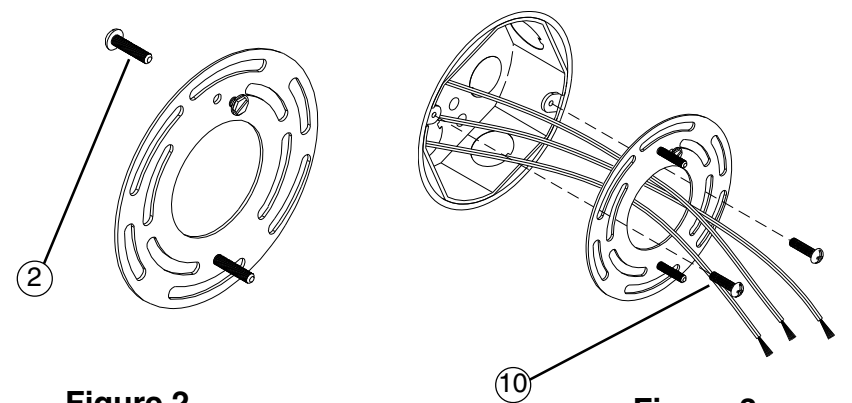

Figure 2
2. **Prepare Mounting Plate (1)** for mounting by installing 1-1/2" Screws (2) into Mounting Plate (1) as shown in **Fig. 2**
1. Saque los componentes del luminario y paquete(s) de piezas. Compruebe que todas las piezas estén incluidas. **Vea Fig. 2.**
2. **Prepare la Placa de Montaje (1)** para montaje instalando Tornillos 1-1/2" (2) en la Placa de Montaje como mostrado en **Vea Fig. 2.**